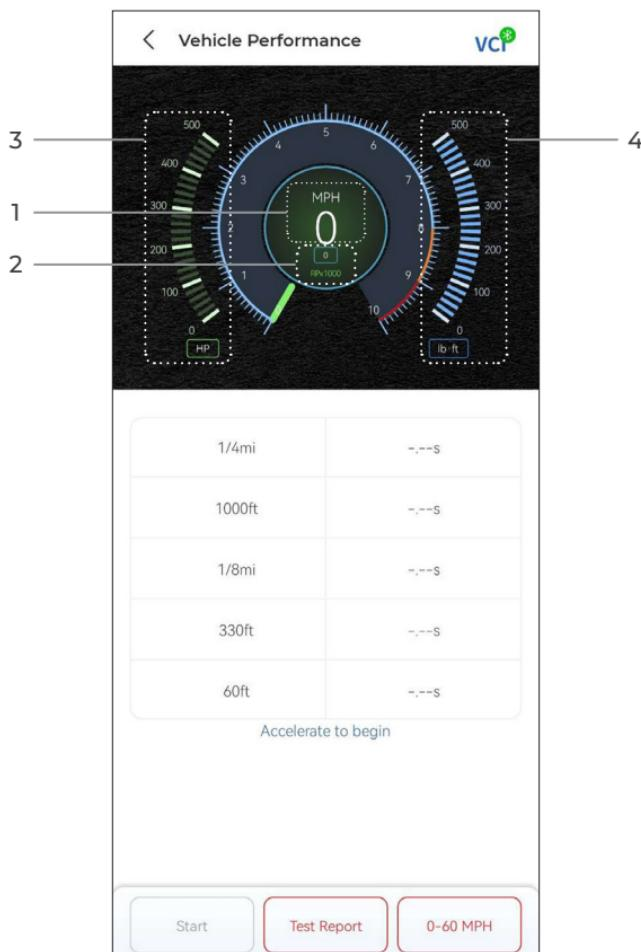
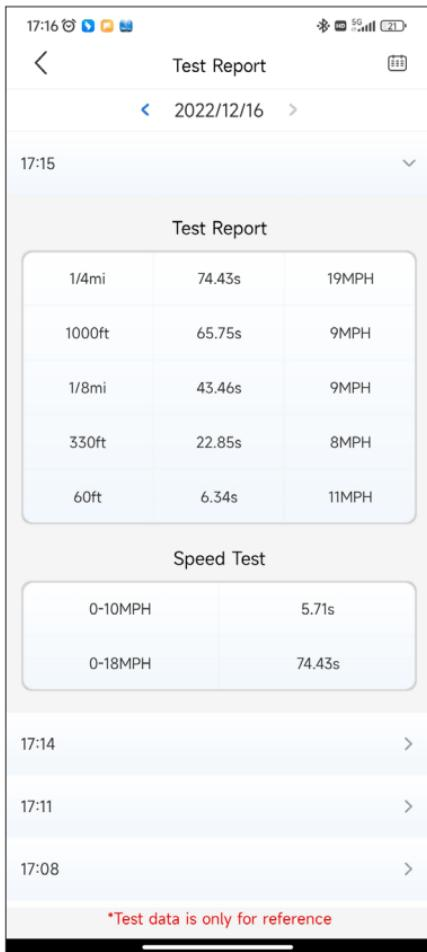

Abb. 4-18
Abb. 4-21
**1/4 Meile Testergebnisse** - Notieren Sie die verstrichene Zeit, die ein Fahrzeug benötigt, um eine bestimmte Entfernung (60 Fuß, 330 Fuß, 1/8 Meile, 1000 Fuß, 1/4 Meile) zurückzulegen, und die momentane Geschwindigkeit an jedem Punkt (siehe Abbildung 4-18 und Abbildung 4-21).
verstrichene Zeit auf, die ein Fahrzeug benötigt, um auf eine bestimmte Geschwindigkeit zu beschleunigen (siehe Abbildung 4-21).